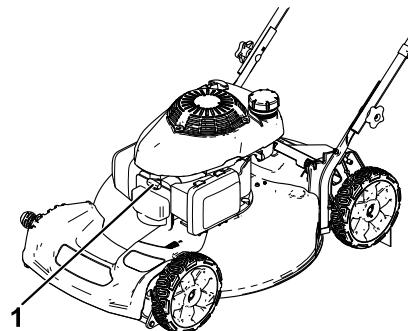

Figure 16
- Débranchez le fil de la bougie (Figure 16) avant de procéder à un quelconque entretien.